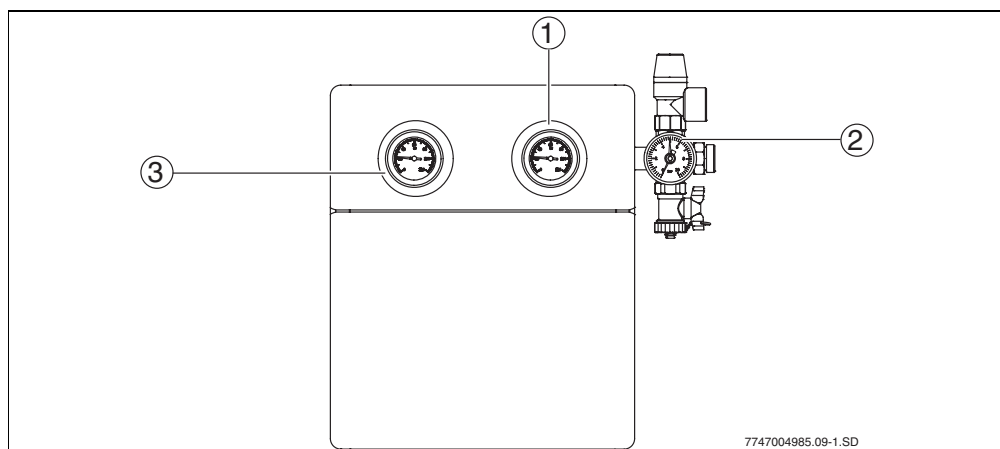

Fig. 7 Estación solar
- Termómetros (→ fig. 7, 1 y 3): Los termómetros instalados indican las temperaturas del retorno (azul) y de la impulsión (rojo) solar.
- Manómetro (→ fig. 7, 2): El manómetro indica la presión de servicio.